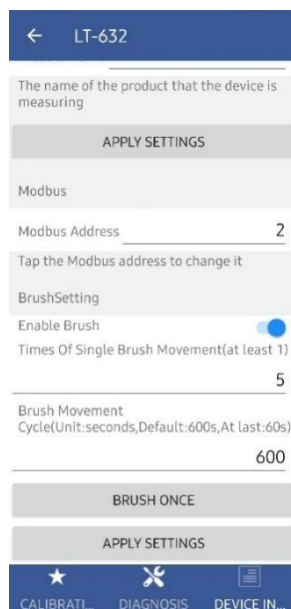

图 14 清洁周期设置
3. 在**uPyxis®**桌面客户端中,点击**Connect via** → **USB-Bluetooth** (图 14)。